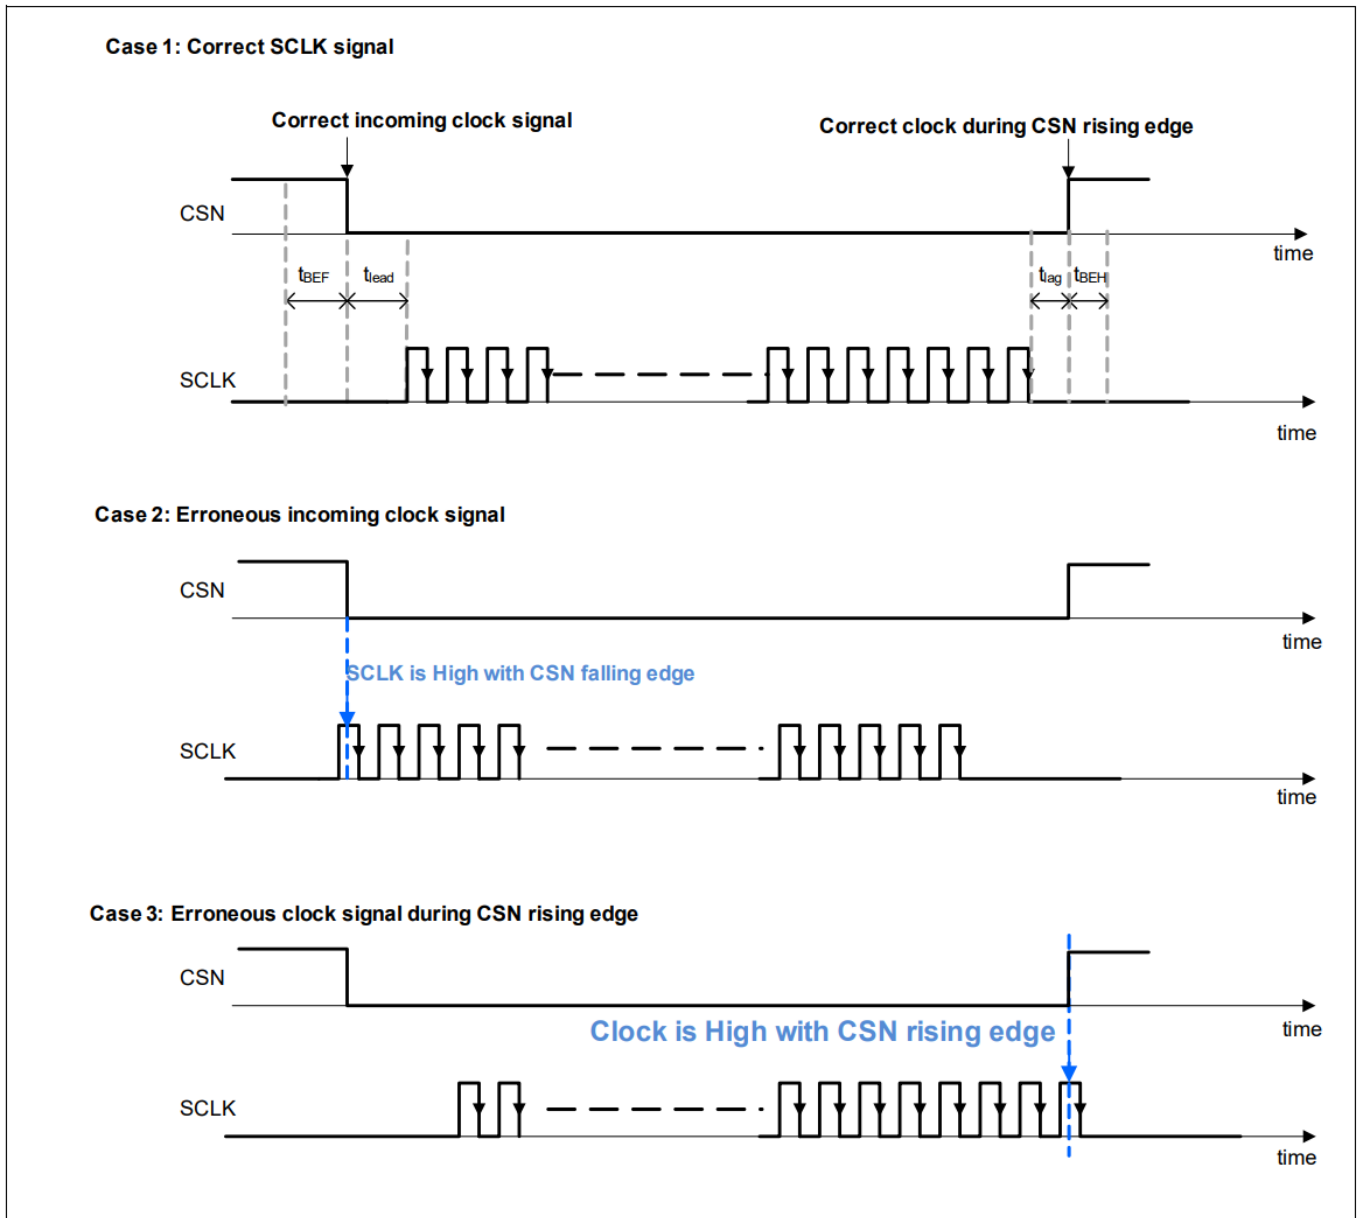

图 45 时钟极性错误
- 检测到时钟极性错误 (见图 45 情况 2 和情况 3): 在 CSN 上升沿或下降沿期间, 输入时钟信号为高 (协议错误)。